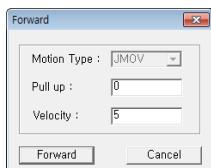

Figure 4-8
- ⑤ Forward 기능은 로봇 모드가 JOG 모드 상태에서만 지원 되며, 위 화면(Figure 4-5)과 같이 포인트 인덱스를 선택 한 후 "Forward" 버튼을 선택하면 아래 화면(Figure 4-8)의 Forward 입력 화면이 나타납니다.